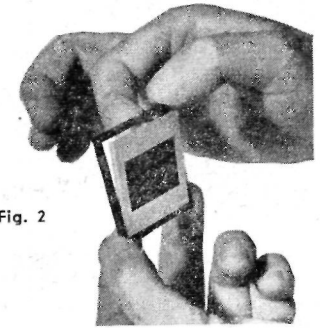

Fig. 2
1. To open the frames, press the light centre portion behind the point where it forms a small projection into the outer frame (Fig. 2).
1. Per aprire la forma premere la parte centrale leggiera dietro il punto nel quale forma un piccolo risalto nella forma esterna (Fig. 2).
1. Para abrir el marco, hay que oprimir la parte central clara detrás del punto en que forma una pequeña proyección dentro del marco exterior (Fig. 2).
1. Zum Öffnen des Rähmchens wird der lichte Mittelteil hinter dem Punkt gedrückt, wo er einen leichten Vorsprung in den Aussenrahmen bildet (Abb. 2).